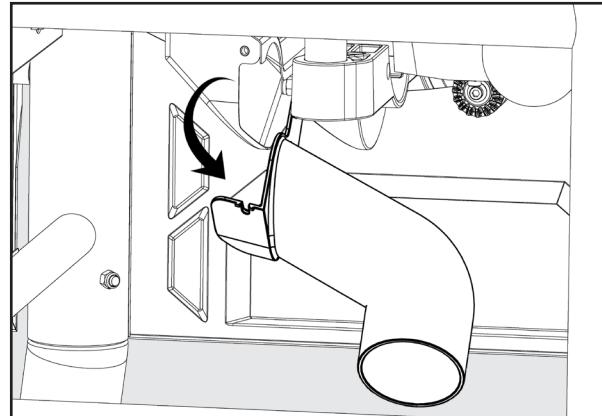

Figura 62
2. Gire el puerto de polvo hacia abajo y retire el aserrín o las astillas de madera dentro del conducto de polvo. Vea la Figura 62.